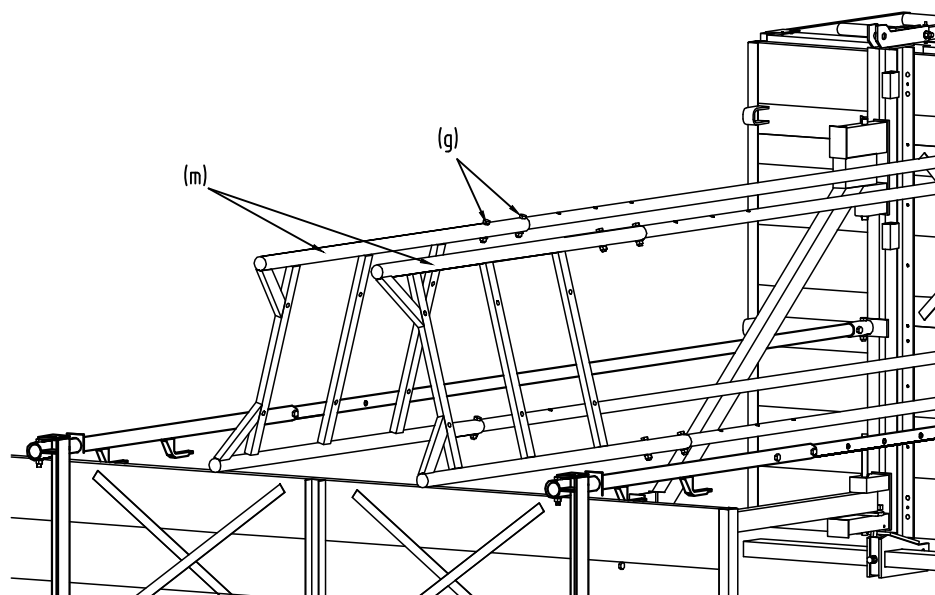

Fig. 10
- 10 Faire glisser les parties latérales (m) de la sortie d'échelle par-dessus les tiges de suspension et les fixer chacune à l'aide de 2 vis M16x80 (g). La trame de perforation des tubes correspond à celle des tiges de suspension de la plateforme inférieure (voir fig. 10).